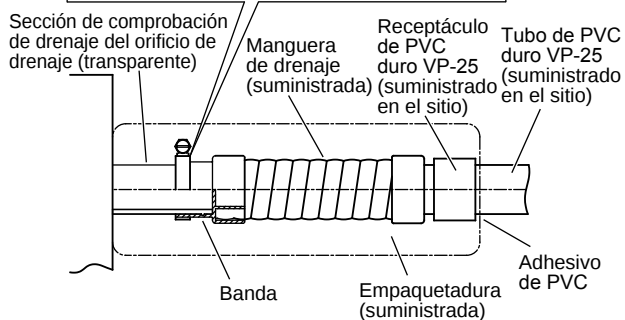

Fig. 3-63
- (1) Prepare un tubo de PVC duro estándar (diámetro exterior de 32 mm) para el drenaje y emplee la manguera de drenaje y la banda de manguera suministradas para evitar fugas de agua. El tubo de PVC debe adquirirse por separado. El orificio de drenaje transparente de la unidad le permitirá comprobar el drenaje. (Fig. 3-63)
- Apriete las abrazaderas de manguera de modo que sus tuercas de cierre queden orientadas hacia arriba. (Fig. 3-63)